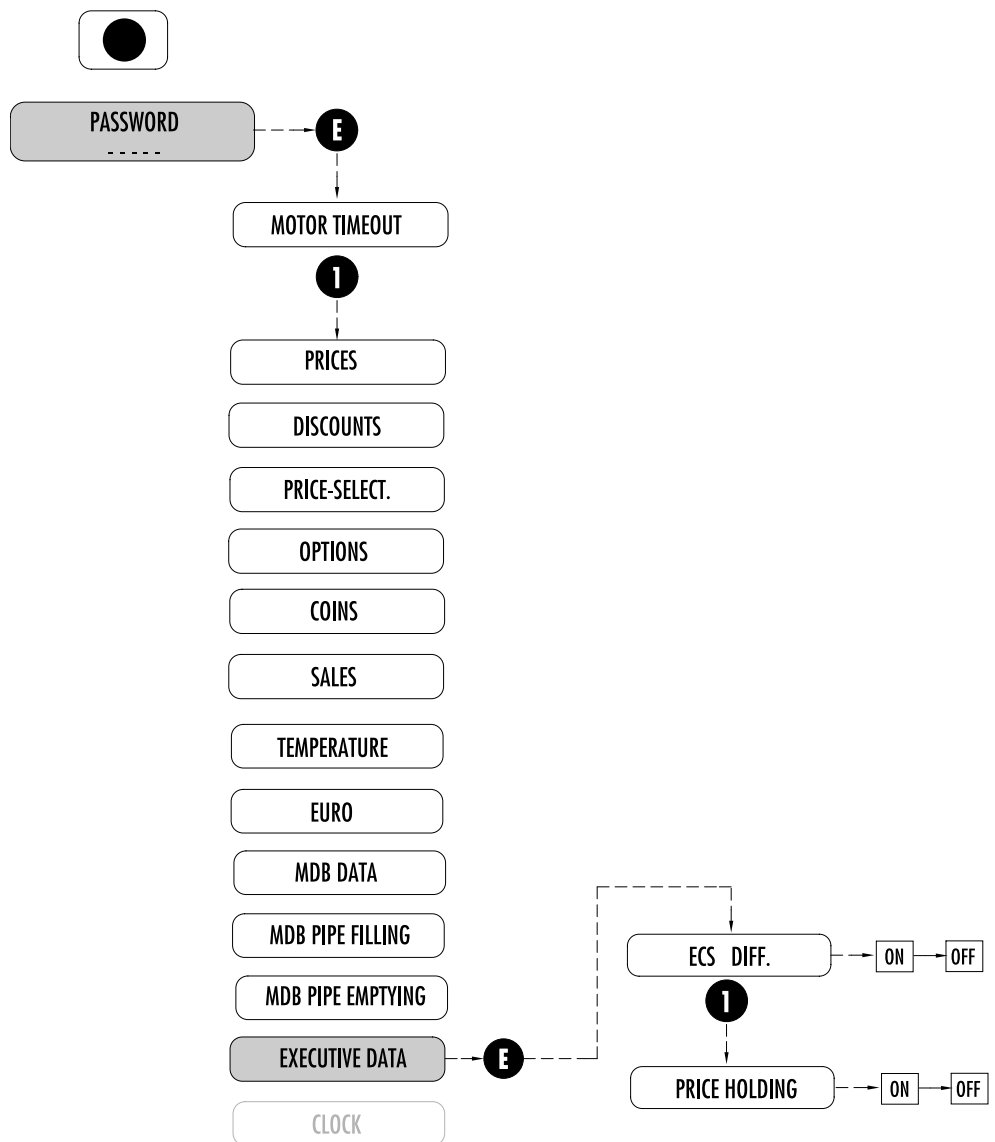

Fig. 7.16
7.2.13 EXECUTIVE DATA (Fig. 7.16)